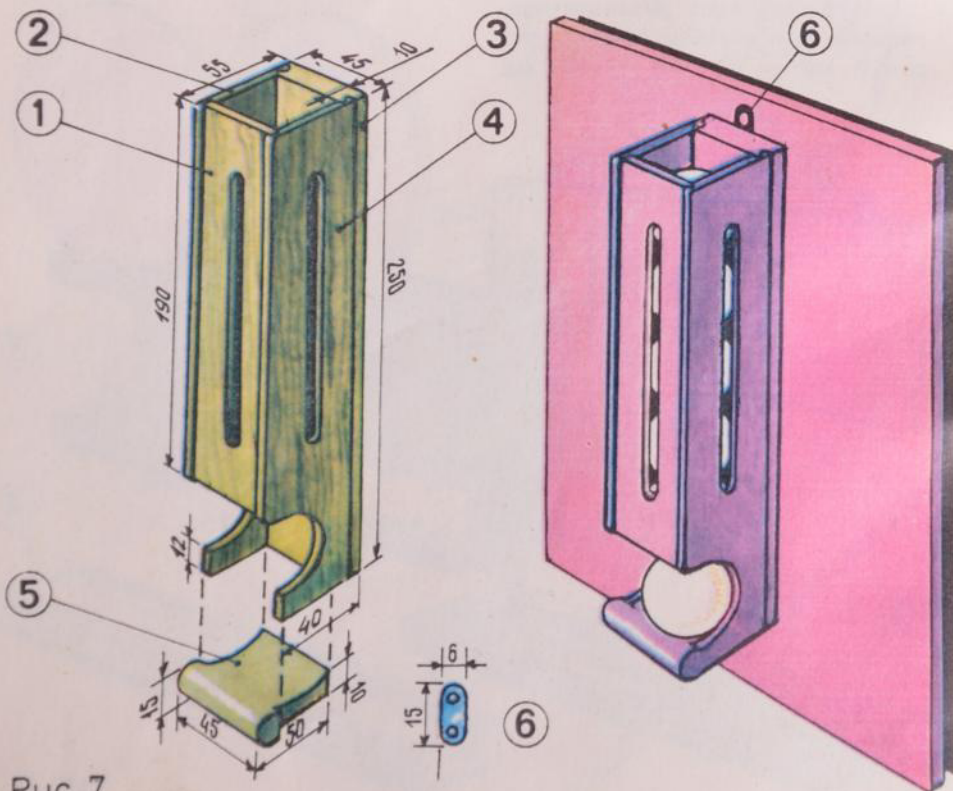

Рис. 7
А може, вас зацікавить вертикальна підставка (рис. 7)? Вона має передню (1), дві бічні (2 і 4), задню (3) стінки і дно 5. Фігурні бічні стінки випиляйте лобиком із фанери завтовшки 5—6 мм. Крізь пази в стінках буде видно, скільки у підставці кульок. Такий самий паз випилюють і в передній стінці (її роблять також із фанери завтовшки 5—6 мм).